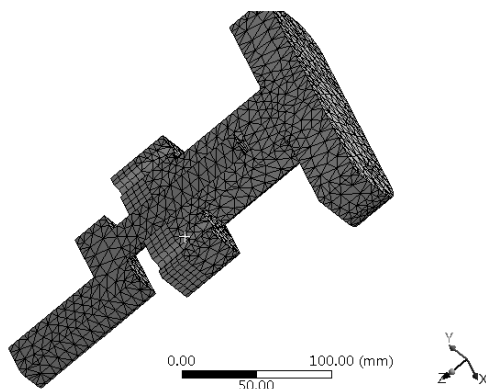

图 13-66 网格效果
Step2：在 Outline (分析树) 中的 Mesh 选项上右击，在弹出的快捷菜单中选择 **Generate Mesh** 命令，此时会弹出进度显示条，表示网格正在划分，当网格划分完成后，进度条自动消失。最终的网格效果如图 13-66 所示。